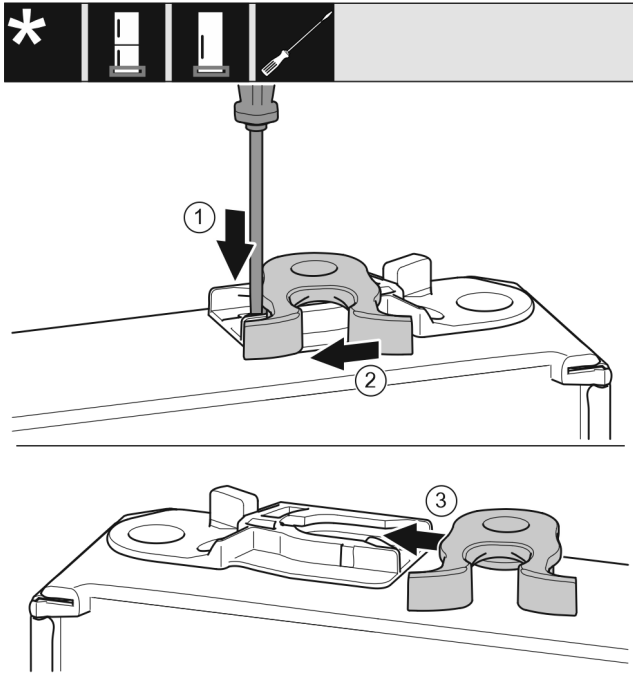

Fig. 16
- ▶ Paina kieleke alas uraruuvimeisselillä. Fig. 16 (1)
- ▶ Vedä sulkuhaka pois ohjaimesta. Fig. 16 (2)
- ▶ Työnnä sulkuhaka toisella puolella ohjaimeen. Fig. 16 (3)